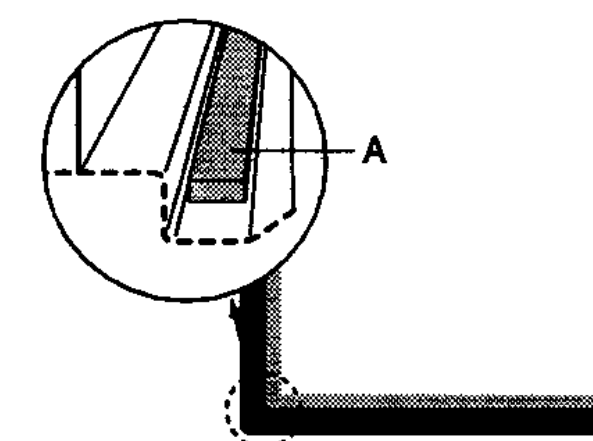

Abb. 5
Mitgeliefertes Abdichtungsbandband (A) unter den Rand des Kochfeldes kleben (siehe Abb. 5).